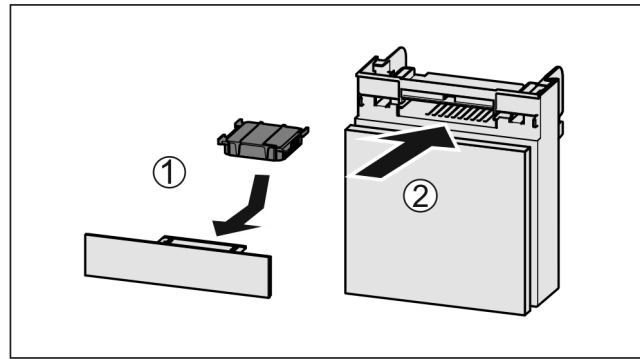

Fig. 153
- ▶ Sett inn Fig. 153 (1) aktivkullfilteret etter figuren.
- ▶ Skyv inn Fig. 153 (2) hyllen.